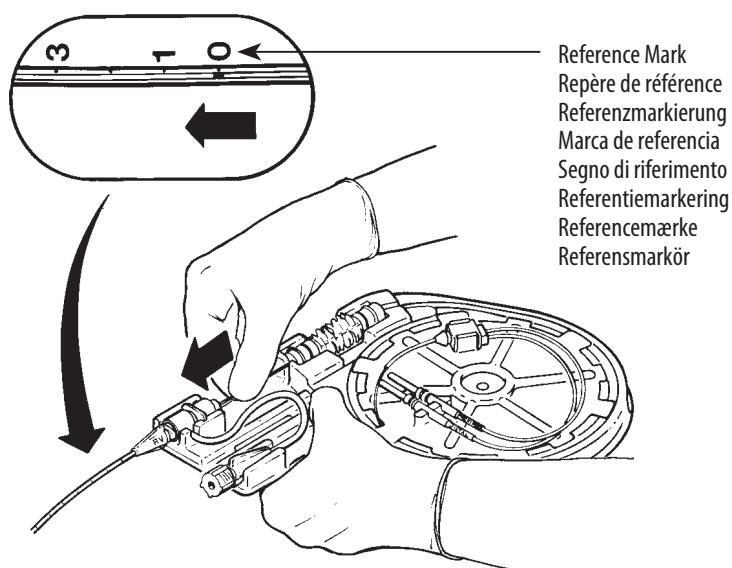

Figure 3. Probe insertion and positioning in catheter ■ **Figure 3.** Insertion de la sonde et positionnement dans le cathéter
■ **Abbildung 3.** Einführung und Positionierung der Sonde im Katheter ■ **Figura 3.** Inserción de la sonda y colocación en el catéter
■ **Figura 3.** Inserimento della sonda e posizionamento nel catetere ■ **Afbeelding 3.** Het inbrengen en plaatsen van de sonde in de katheter